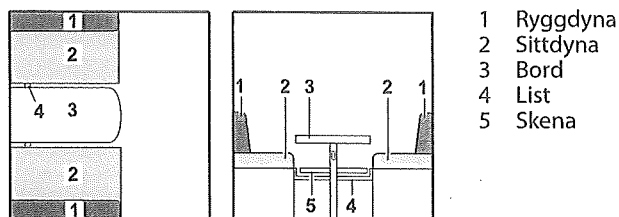

Bild 66 Före ombyggnaden
- Bygg om bordet (Bild 66,3) till sängbotten (se avsnitt 7.8).
- Lägg in listen (Bild 66,4) eller drag till mitten. Listen sitter rätt när den stöttar bordsskivan direkt bakom bordsbenet.